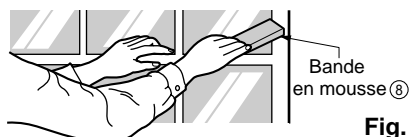

Fig. 8
- 11 Coupez la bande en mousse ⑧ à la longueur appropriée et insérez-la entre les châssis supérieur et inférieur de la fenêtre. (Voyez la fig. 8)